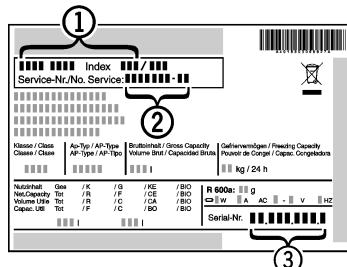

Fig. 7
- Relever la désignation de l'appareil Fig. 7 (1), le n° de service Fig. 7 (2) et le n° de série Fig. 7 (3) sur la plaque signalétique. Cette plaque se trouve sur la paroi intérieure gauche de l'appareil.
- Informer le S.A.V. et lui communiquer la panne, la désignation de l'appareil Fig. 7 (1), le n° de service Fig. 7 (2) et le n° de série Fig. 7 (3).